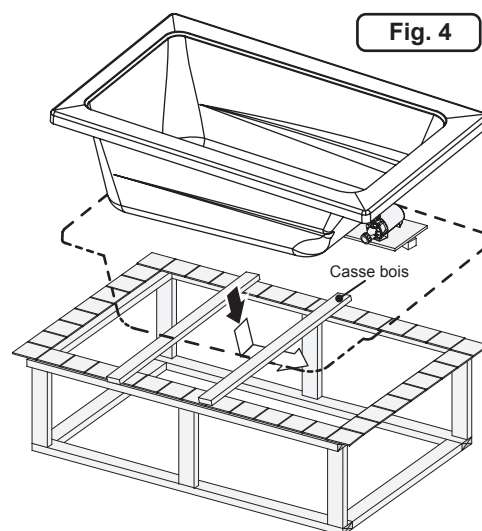

Fig. 4
1. Placer un morceau de bois de rebut sur chacun des extrémités de la découpe - il sera utilisé comme un soutien temporaire avant d'abaisser la baignoire pleinement dans l'ouverture (Figure 4).